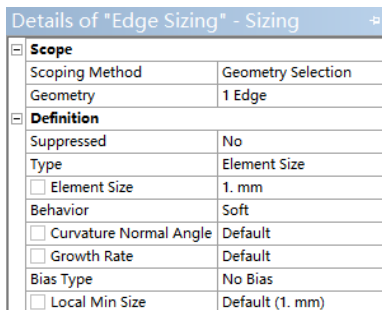

图 18-6 设置划分尺寸
2) 在“Mesh”上右击，选择“Insert”→“Sizing”，然后选择圆角所在边缘，在细节窗 口中的“Geometry”下单击“Apply”按钮，设置“Element Size”（单元尺寸）为 1mm，如 图 18-6 所示。